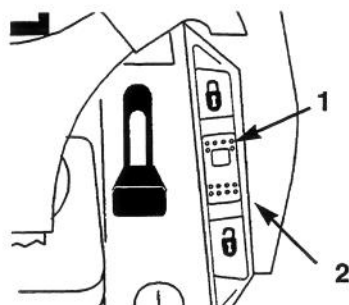

Figure 13
Le régulateur de vitesse est en option sur certains modèles. Un levier à trois positions (SET-LOCK, ON, OFF-UNLOCK) (PROGRAMMATION, EN SERVICE, HORS SERVICE) située sur le tableau de bord (Fig. 13) commande la mise en service du régulateur de vitesse, qui maintient la position de commande de déplacement sans pression du pied. Le régulateur de vitesse est prévu pour être utilisé en marche avant seulement. Ne pas l'utiliser en marche arrière.
1. Commencer à conduire le tracteur; se reporter à la section "Conduite en marche avant ou arrière", page 15. Tout en gardant le pied sur la commande de déplacement, avancer le levier du régulateur de vitesse (Fig. 13) à la position "SET LOCK" (PROGRAMMATION).
1. Tout en gardant le pied sur la commande de déplacement, ramener le levier du programmeur de vitesse (Fig. 13) jusqu'à la position "UNLOCK-OFF".